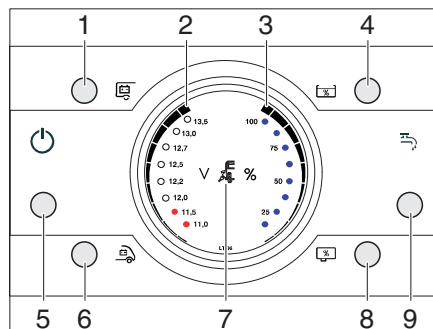

Fig. 247 Panel LT 96
La luz de control de 230 V (Fig. 247,7) se enciende cuando hay tensión de red en la entrada del bloque eléctrico.
El interruptor principal de 12 V (Fig. 247,1) conecta y desconecta el panel y la alimentación de 12 V del habitáculo.
- Pulsar brevemente la tecla Interruptor principal de 12 V (Fig. 247,1). La alimentación de 12 V del habitáculo está conectada. El LED de control se enciende.
- Pulsar brevemente la tecla Interruptor principal de 12 V (Fig. 247,1). La alimentación de 12 V del habitáculo está desconectada. El LED de control se apaga.
Con las teclas Batería del habitáculo (Fig. 247,1) y Batería del motor de arranque (Fig. 247,6) se muestra el estado de carga de la batería restante en la pantalla.
- Pulsar la tecla Batería del habitáculo (Fig. 247,1).
Se muestra la carga de la batería (Fig. 247,2).
- Pulsar la tecla Batería del motor de arranque (Fig. 247,6).
Con las teclas Nivel de llenado depósito de agua (Fig. 247,4) y Nivel de llenado depósito de aguas residuales (Fig. 247,8) se pueden mostrar la cantidad de agua y la cantidad de las aguas residuales.
- Pulsar la tecla Nivel de llenado depósito de agua (Fig. 247,4).
Se muestra el nivel de llenado del depósito de agua (Fig. 247,3).
- Pulsar la tecla Nivel de llenado depósito de aguas residuales (Fig. 247,8).
Se muestra el nivel de llenado del depósito de aguas residuales (Fig. 247,3).
Con la tecla Bomba de agua ON / OFF (Fig. 247,9) se puede activar o desactivar la bomba de agua. El cambio real en la bomba de agua es cuando se abre un grifo de agua con la bomba de agua activada. Si la bomba de agua está desactivada, la bomba de agua permanece también apagada al abrir un grifo de agua.
- Pulsar brevemente la tecla Bomba de agua ON / OFF (Fig. 247,9).
El LED "11,0 V" en el visualizador (Fig. 247,2) parpadea cuando la tensión de la batería cae por debajo de 11 V (medición durante la operación) y por lo tanto pone en peligro con la descarga total.